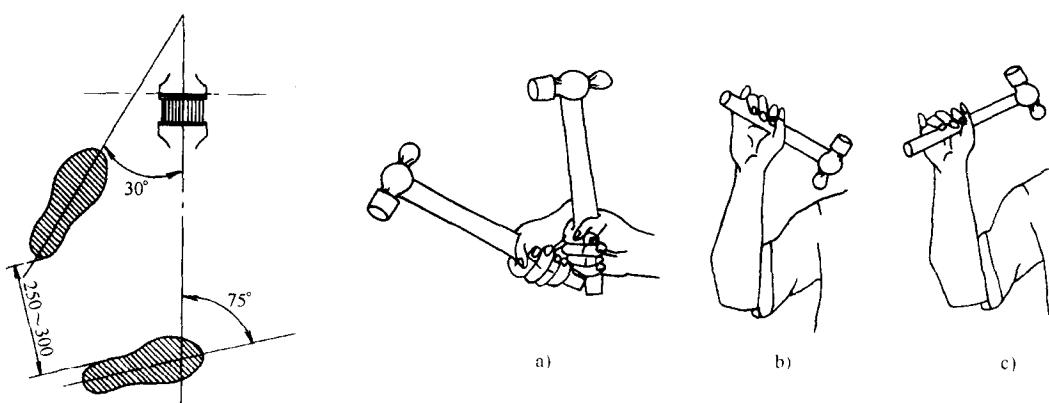

图1-18 挥锤方法
2) 挥锤：挥锤时要自然，眼睛注视錾刀，不许看錾子头部。常用的挥锤方法有腕挥、肘挥和臂挥三种，如图1-18所示。腕挥是用手腕的动作进行锤击，锤击力量小，一般用于錾削余量较少或錾削开始或结尾时。肘挥是用手腕与肘部一起挥动进行锤击。因挥动幅度较大，故锤击力较大，这种方法应用最广。臂挥是用手腕、肘和全臂一起挥动进行锤击，其锤击力最大，主要用于需要大力錾削的工件。